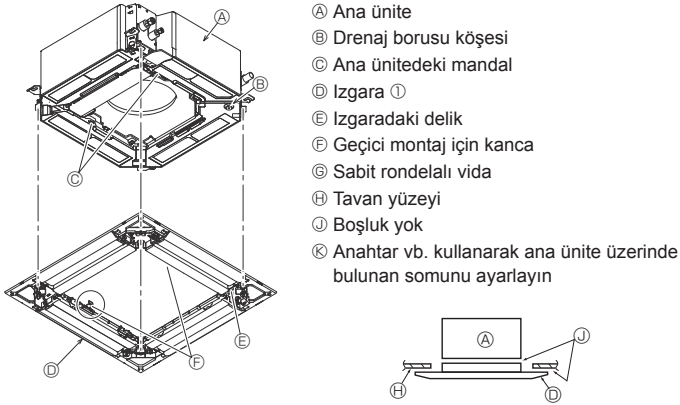

Fig. 9-6
9.4.2. Izgaranın geçici olarak montajı (Fig. 9-6)
- Daha önceden yerlerine takılan vidaları sıkarak ızgarayı sabitleyin. (Fig. 9-6)
Ana ünite ile ızgara arasında ya da ızgara ile tavan yüzeyi arasında boşluk kalmamasına dikkat edin. (Fig. 9-6)
- Vidayı sıkıktan sonra (Fig. 9-6) iki ızgara kancasının ana ünite bulunan kancalara tutturulduğundan emin olun.